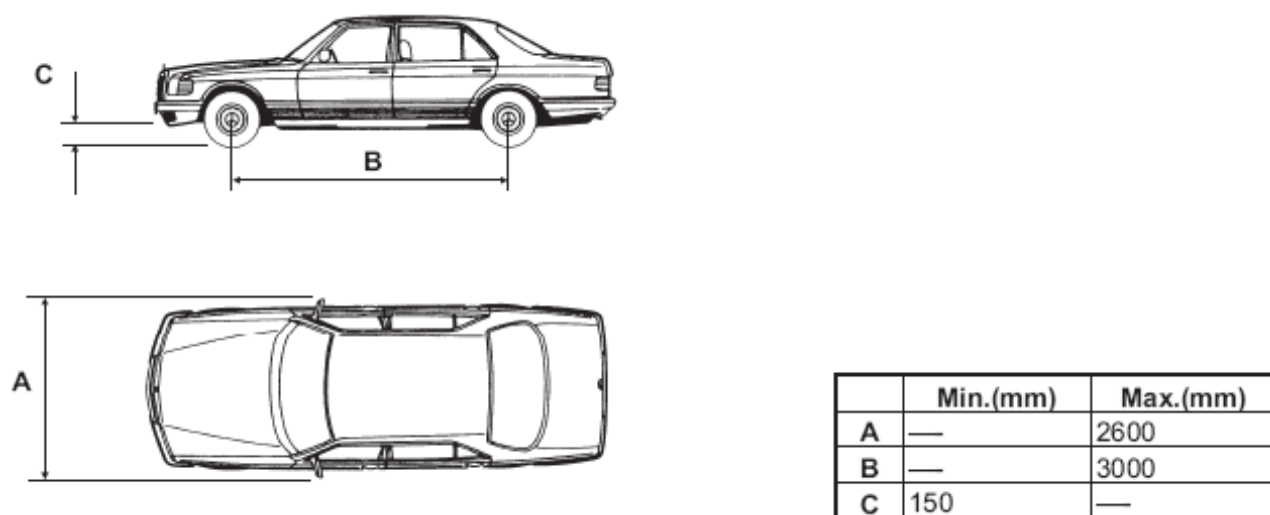

Рисунок 11. Максимальные и минимальные размеры.
- На подъемнике поднимаются только те автомобили, которые не превышают грузоподъемность подъемника и соответствующие размеры (Рисунок 11, 12).